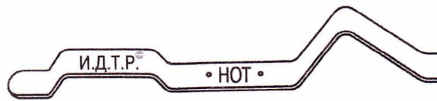

Рис. 4.3. Указатель (щуп) уровня масла в автоматической коробке передач
5. Повторно выньте указатель. Уровень масляной пленки должен находиться в границах обозначенного на указателе диапазона «HOT» (рис. 4.3).